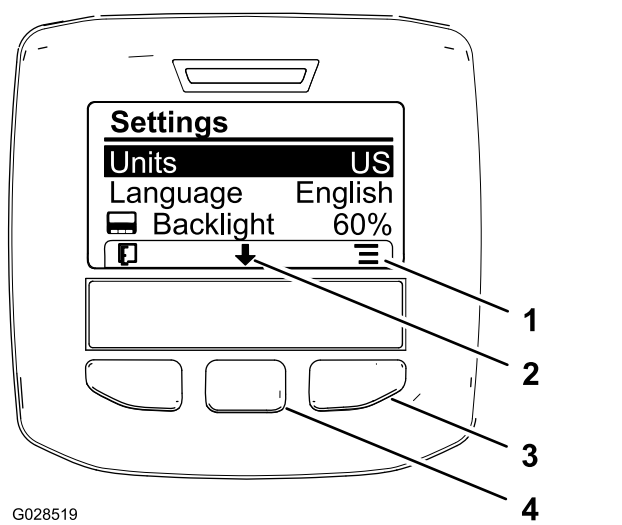

Figura 62
2. Pentru a schimba unităile de măsură, apăsai butonul de selectare dreapta pentru a schimba unităile de măsură enumerate (Figura 62).
3. Pentru a schimba limba utilizată pe afiaj, apăsai butonul de selectare central (butonul de sub săgeata în jos de pe afiaj) pentru a muta opiunea selectată la Language (Limbă) (Figura 62).
4. Apăsai butonul de selectare dreapta (butonul de sub pictograma listei de pe afiaj) pentru a evidenția limba afiată utilizată pe afiaj (Figura 62).
6. Apăsai butonul de selectare din stânga pentru a reveni la ecranul de pornire (Figura 62).